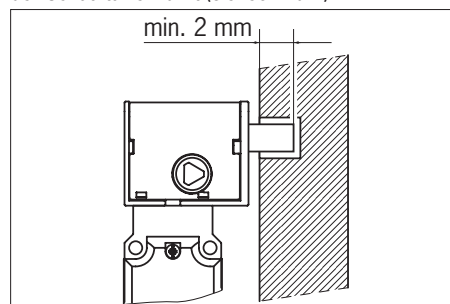

Bild 1: Zugehaltener Sicherheitsschalter TK
Beim Aktivieren der Zuhaltung wird der Zuhaltbolzen ausgefahren. Die Zuhaltung erfolgt indem der Zuhaltbolzen z. B. in eine Vertiefung am Rahmen der Schutztür einfährt (siehe Bild 1).
- ▶ Die Überdeckung des Zuhaltebolzens muss mindestens 2 mm betragen (siehe Bild 1).